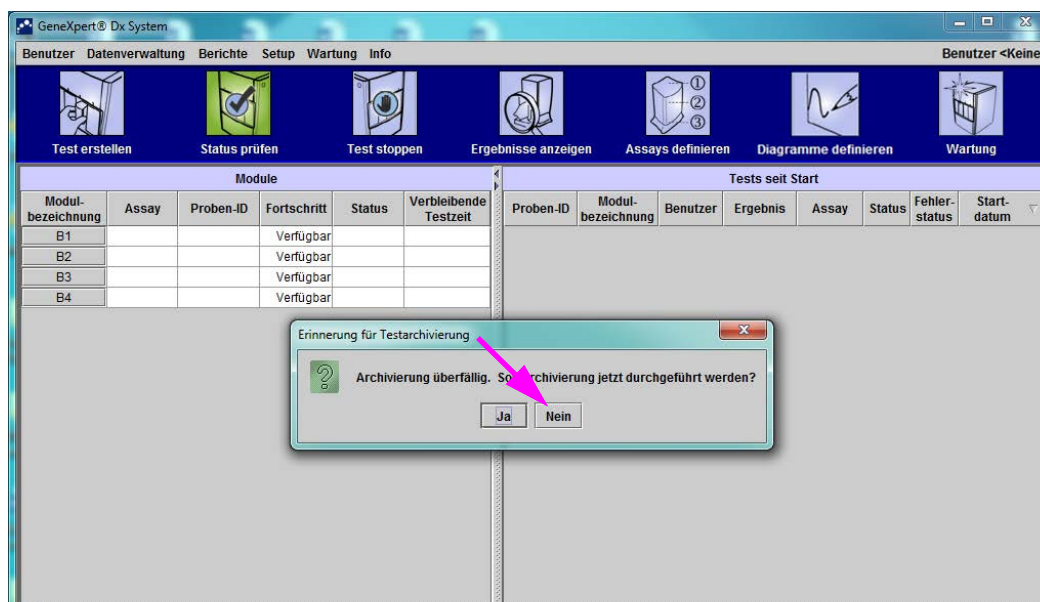
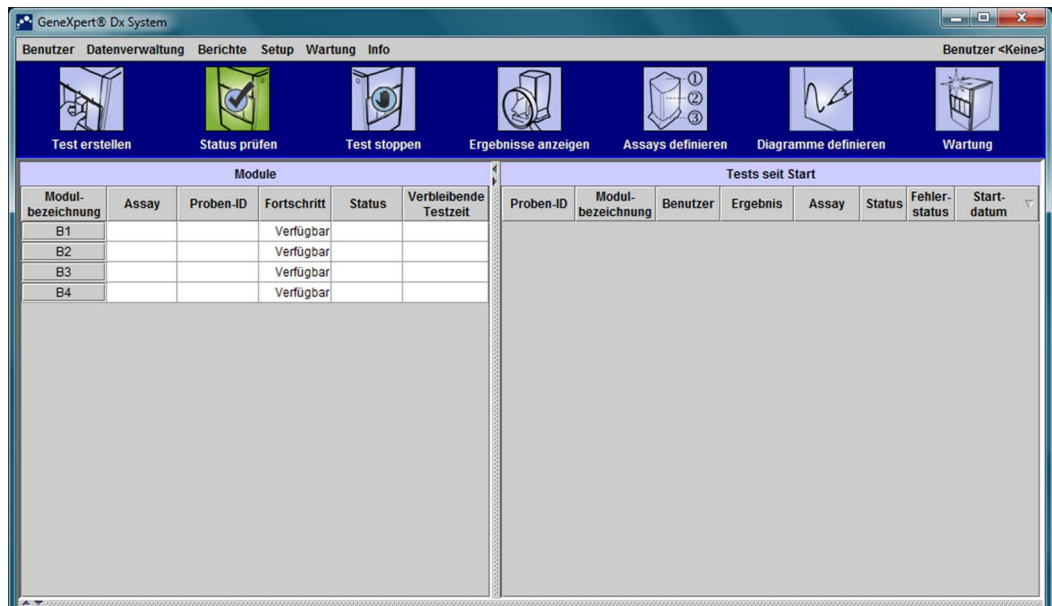

Abbildung 2-54. Fenster des GeneXpert Dx-Systems mit überlagertem Dialogfeld „Erinnerung für Testarchivierung“
Abbildung 2-55. GeneXpert Dx System-Fenster
3. Klicken Sie im Feld „Test Archive Reminder“ (Erinnerung für Testarchivierung) auf **NEIN**, um fortzufahren (siehe Abbildung 2-54). Der Bildschirm des GeneXpert Dx-Systems wird angezeigt (siehe Abbildung 2-55).
Bevor die GeneXpert Dx System Software benutzt wird, müssen der GeneXpert Dx System-Administrator und andere Systembenutzer definiert werden. Der Zugriff auf alle Administratorfunktionen erfolgt über das Menü „Setup“ im GeneXpert Dx System-Fenster. Siehe Abbildung 2-55.